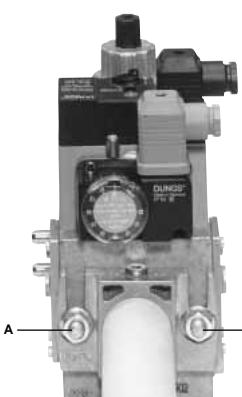
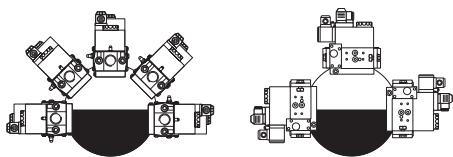

Рис. 9
Рис. 12
3. Затянуть винты A, B, C и D (Рис. 9 - Рис. 10), (Рис. 12)